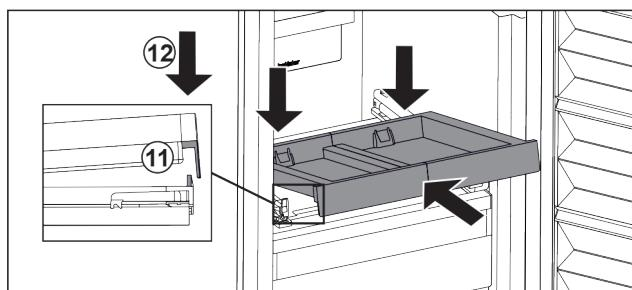

Fig. 29
- Zasuňte ju šikmo. Dbajte na to, aby sa na oboch stranach doraz nachádzal za sponou. Fig. 29 (11)
- Zložte vyťahovaciu poličku vpred. Fig. 29 (12)